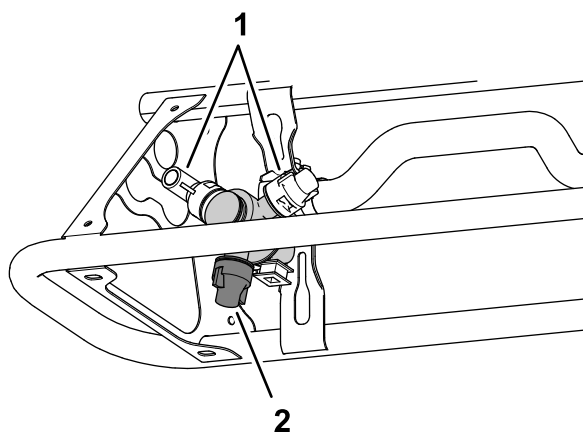

Figura 40
1. Certifique-se de que os bicos que pretende utilizar estão na posição de pulverizador ativo (para baixo). Figura 40